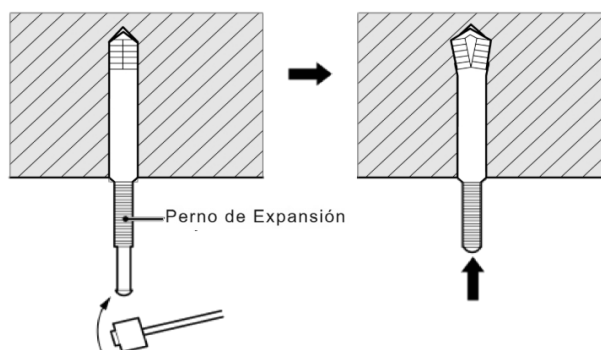

Fig.4.1.4
- 2) Inserte el perno de expansión M10 en el orificio y luego golpee el clavo en el perno, como se muestra en la Fig.4.1.4.